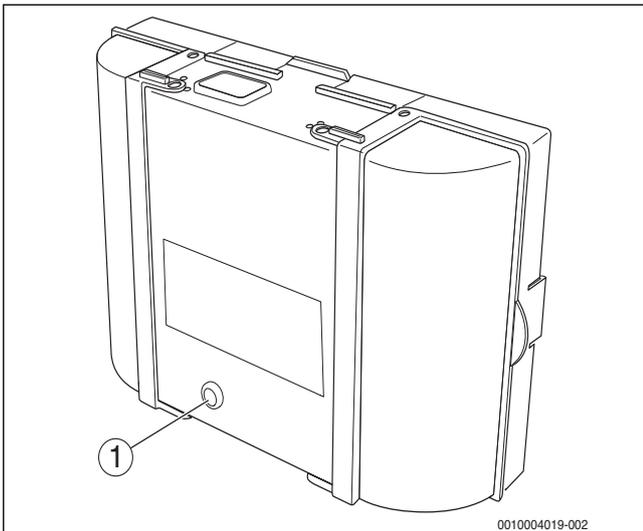

Bild 90 Störungen am Feuerungsautomaten zurücksetzen
- ▶ Taste „Entstören“ am Feuerungsautomaten drücken (→ Bild 90). Die Störung wird nicht mehr im Display angezeigt.